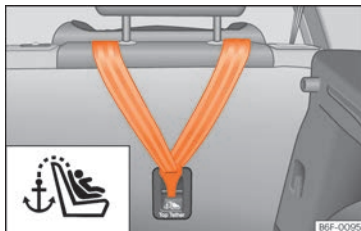

Abb. 29 Rückseite der Rücksitzbank: Halteösen für den Top Tether-Gurt.
- Befestigungsgurt durchziehen und ordnungsgemäß an der Verankerung an der Rückseite der Rückenlehne befestigen »» **Abb. 29**.